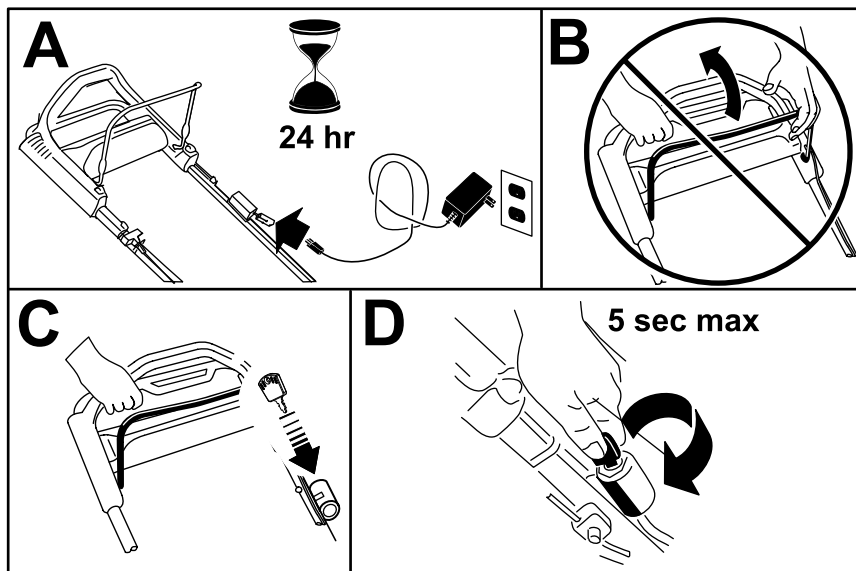

Figura 15
1. Carregue a bateria durante 24 horas antes de utilizar a máquina pela primeira vez (A da Figura 15).
**Importante:** Não tente ligar o motor com a barra de controlo da lâmina engatada. O fusível poderá queimar (B da Figura 15).
2. Insira a chave da ignição na ignição (C da Figura 15).
3. Rode e mantenha a chave na posição de Arranque; quando o motor arrancar, liberte a chave (D da Figura 15).